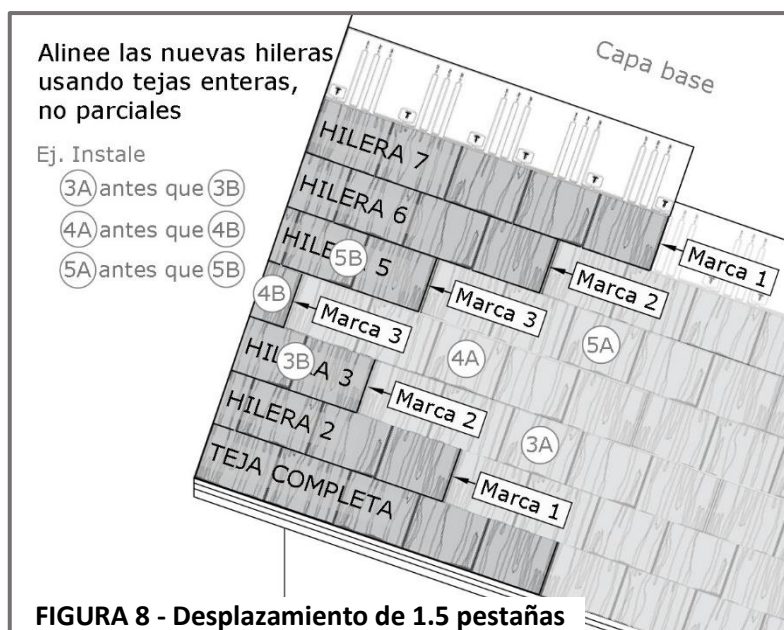

FIGURA 8 - Desplazamiento de 1.5 pestañas
- Establezca el método diagonal general o el efecto escalonado, manteniendo siempre un desplazamiento de 1 pestaña. Vea la **Figura 8**.